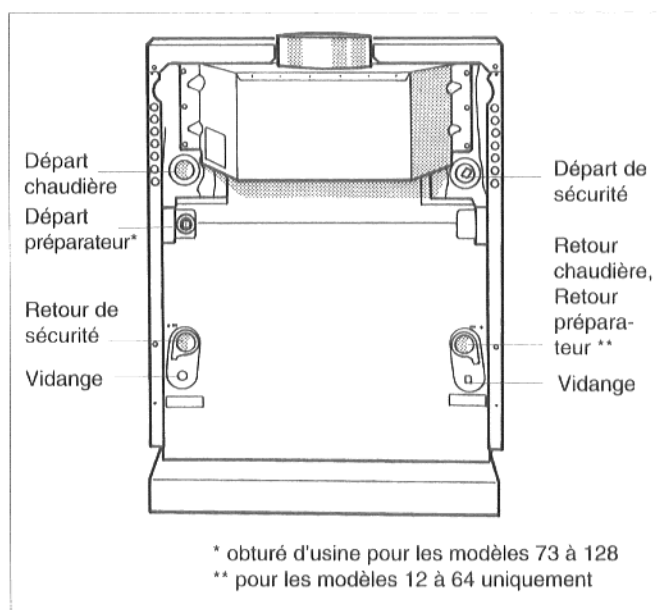

Fig. 3
- Raccorder la chaudière à la tuyauterie de l'installation de chauffage. Pour assurer un bon fonctionnement de la chaudière, n'effectuer les raccordements respectifs qu'aux endroits prévus à cet effet (fig. 3).
La soupape de sécurité doit être montée sur le départ sécurité (fig. 3).
Pour les modèles 12 à 64 : si la chaudière n'est pas combinée à un préparateur d'ECS, le départ préparateur (fig. 3) doit être obturé sur place.